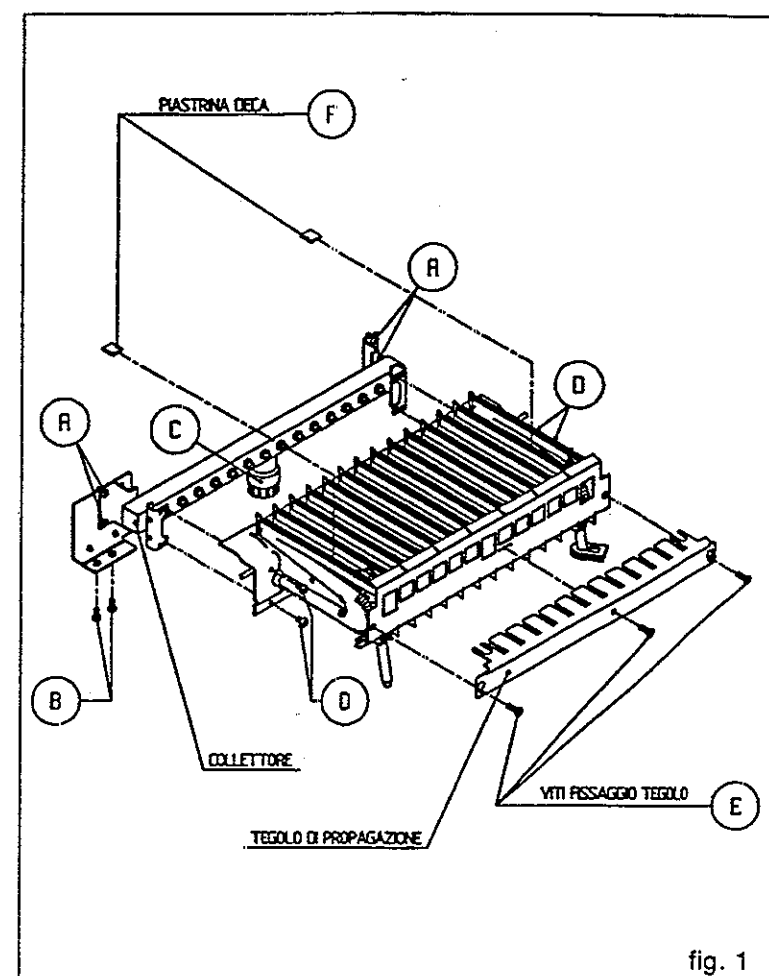

fig. 1
a) Sostituzione degli ugelli (fig. 1).
- rimuovere il gruppo bruciatore togliendo le viti (A) e le viti (B) di fissaggio della staffetta;
- svitare il dado della rampa che collega la valvola al bruciatore (C);
- svitare le viti (D) che fissano il bruciatore al collettore;
- fissare il tegolo inserendo nel foro centrale le viti (E) contenute nel kit;
- serrare le quattro viti (D);
- inserire le piastrine (F) nelle fessure del tegolo in corrispondenza degli elettrodi di accensione e di rivelazione;